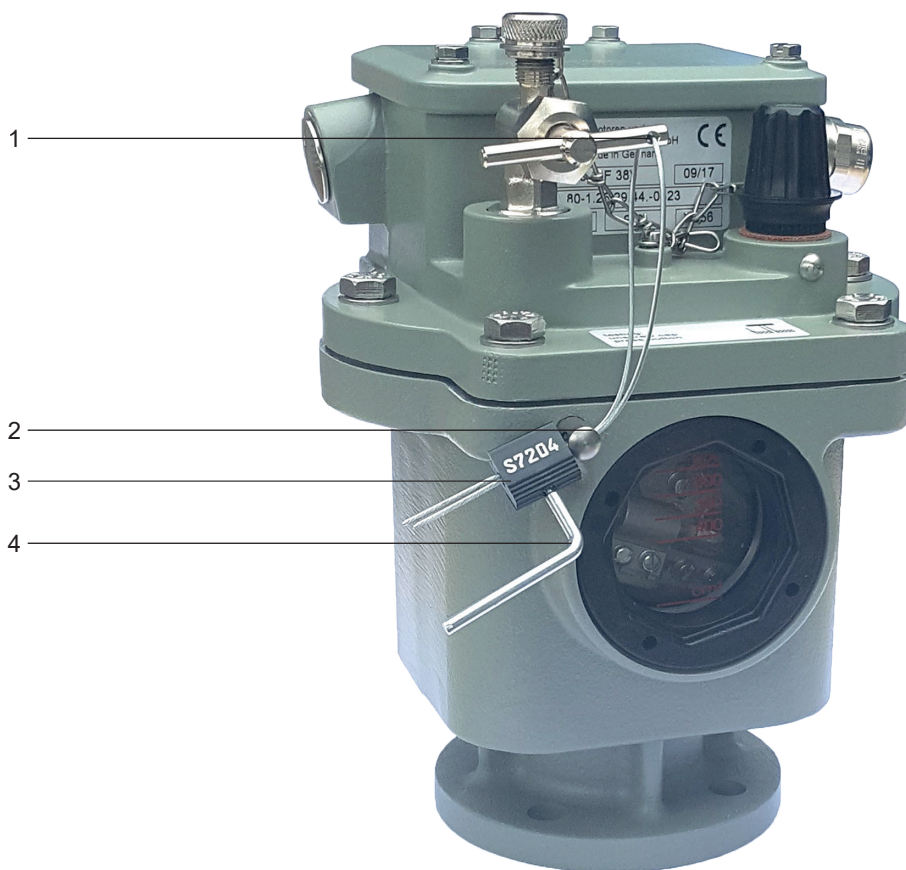

Рис. 17 - Газовое реле с пломбой
- Предохранительный тросик провести, как это указано на рис. 17, через отверстия в ручке клапана (рис. 17/ № 1) и корпусе (рис. 17/ № 2).
- После этого оба конца тросика крепко затянуть через корпус пломбы (рис. 17/ № 3).
- Прикреплённым инструментом (рис. 17/ № 4) затянуть зажимной винт пломбы, чтобы зафиксировать натянутый тросик.
Газовое реле с защитной пломбой, как это представлено на рис. 17, поставляется без защитной крышки.